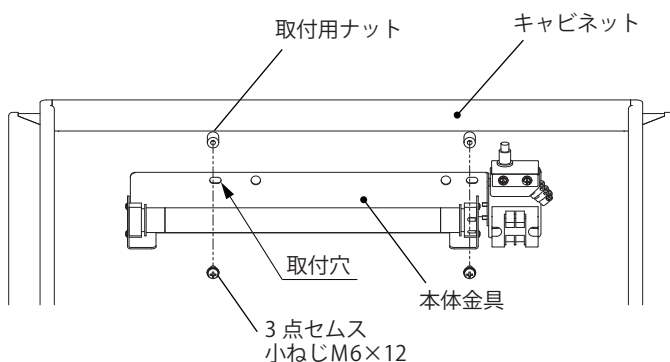

図3
1. キャビネットの取付用ナットに、本体金具の取付穴を利用して、付属の3点セムス小ねじ M6×12(2か所)にて取り付けてください。(図3)